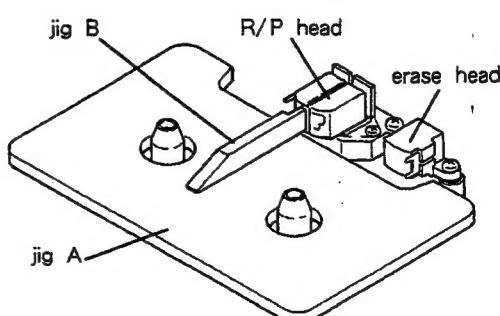
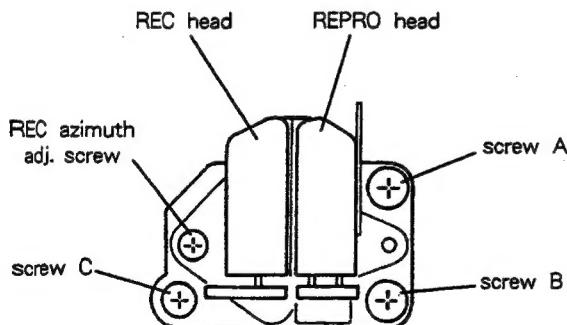

Fig. 2-3
Fig. 2-4
- 3). As with the erase head, confirm using jig B; for adjustment, use height adjustment screw A (Fig. 2-4).
- 4). As shown in Fig. 2-3, place jig B against the head in order to confirm the tilt. Perform tilt adjustment with screw B (Fig. 2-4) so that the head is at right angles with respect to jig B.
- 7). Play back the 10 kHz signal on test tape MTT-256, then adjust playback azimuth adjustment screw C (Fig. 2-4) so that the phase difference between L and R channels is  $0^\circ$ .
- 3). 消去ヘッドと同様に治具Bで確認し、調整は高さ調整ネジA (図2-4) により行う。
- 4). 図2-3のように治具Bをヘッドに当ててチルトを確認し、ヘッドが治具Bに対して垂直になるようにチルト調整ネジB (図2-4) で調整する。
- 7). テスト・テープMTT-256の10kHzを再生して、LchとRchの位相差が  $0^\circ$  になるように再生アジャマス調整ネジC (図2-4) で調整する。